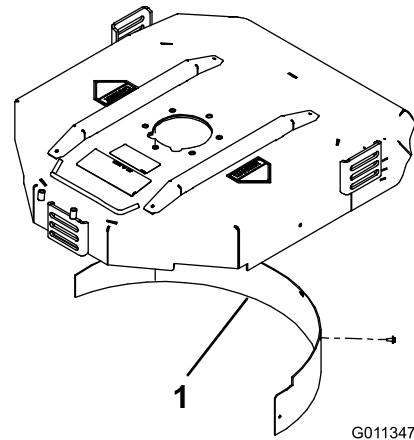

Bild 19
2. Montieren Sie das Mulchablenkblech in der hinteren Öffnung und befestigen Sie es mit 5 Bundschrauben (Bild 19).